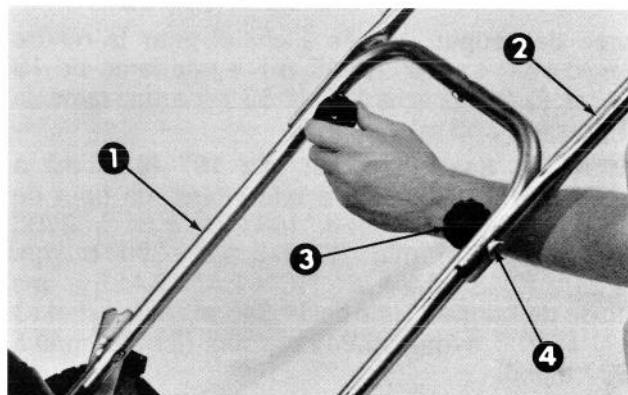

Figure 2
2. Glissez la section supérieure du guidon sur la section inférieure et alignez les trous. Fixez deux côtés avec les vis et les boutons du guidon. Assurez-vous que les boutons se trouvent sur la face interne du guidon (Fig. 2).